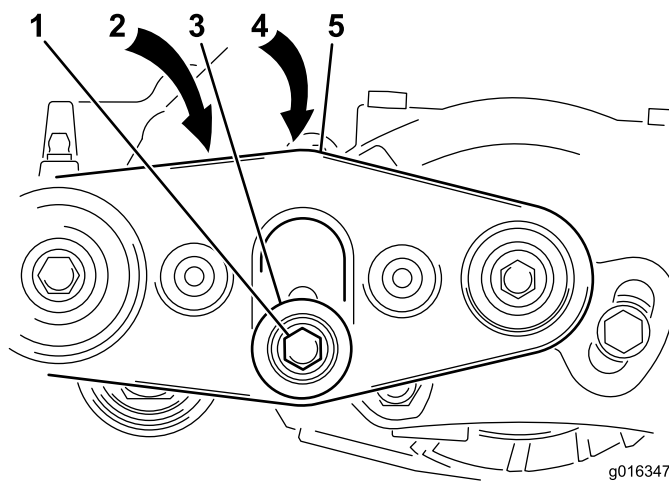

Figure 21
A. Desserrez le boulon à tête hexagonale et l'écrou qui fixent la poulie de tension au support de brosse droit ; voir Figure 21.